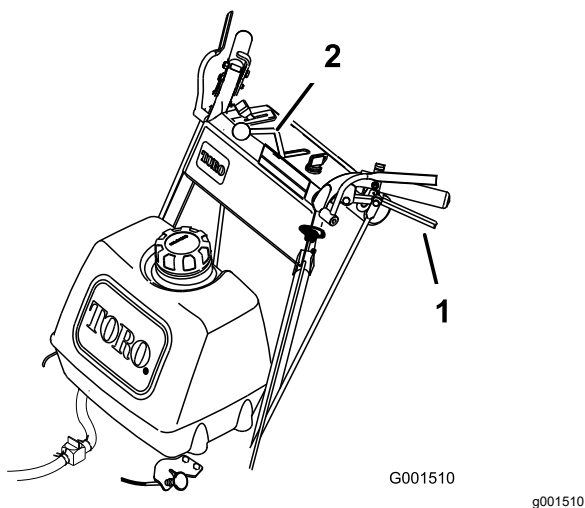

Рисунок 11
4. Чтобы начать движение вперед, медленно отпустите рычаги привода (Рисунок 11).
Для движения по прямой линии отпускайте рычаги привода равномерно (Рисунок 11).
Для поворота прижмите к рукоятке рычаг привода на той стороне, в которую вы хотите повернуть (Рисунок 11).
Чтобы начать движение задним ходом, медленно прижмите рычаги привода к рукоятке (Рисунок 11).